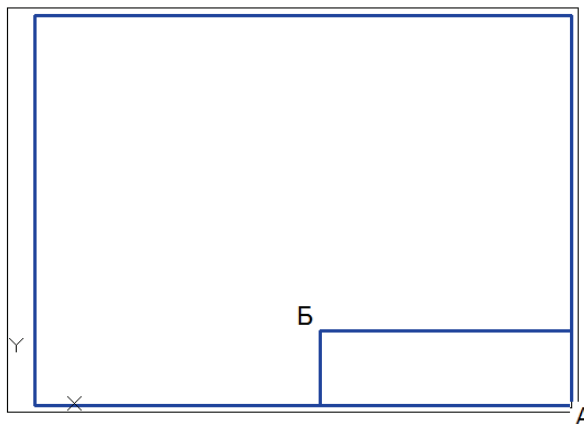

Рис. 97. Рамка формата А3, рамка чертежа и габаритный прямоугольник основной надписи с размерами  $185 \times 55$  мм
Сначала начертим внешнюю рамку основной надписи с габаритными размерами  $185 \times 55$  (рис. 97), используя команду Прямоугольник.
первый угол прямоугольника, точку А (рис. 97) укажем, щелкнув ЛКМ по точке.
координаты точки Б заданы относительными координатами, отрицательное направление по оси  $OX$  (рис. 97).
2. Для дальнейшего формирования изображения основной надписи (рис. 97) расчленим габаритный прямоугольник основной надписи (см. п. 2.2.11).